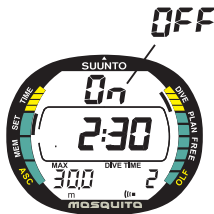

Fig. 4.11. Alarme du temps de plongée. La fenêtre centrale affiche moins de 5 minutes de temps de plongée.
2. Attendez 2 secondes que la fonction Réglage des alarmes de plongée s'active automatiquement. L'interrupteur On/Off clignote (Fig. 4.11).
6. Lorsque le temps de plongée en minutes est sélectionné (clignotant) appuyez sur + ou - pour changer le temps. Si le temps de plongée est inférieur à 5 minutes, le temps de plongée en secondes est réglable. Ceci est surtout intéressant pour les apnées (Fig. 4.11.). Si le temps de plongée excède 5 minutes les secondes ne sont pas affichées (Fig. 4.12.).